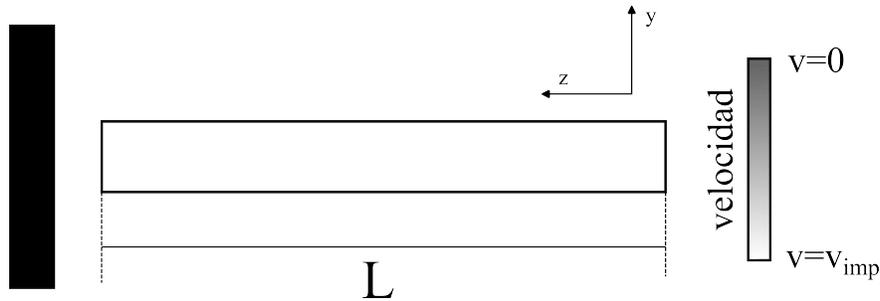
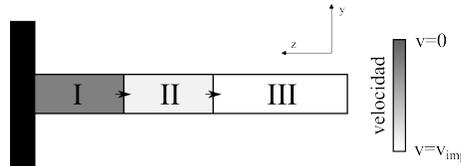

Figura 5: Barra a velocidad v_1 contra pared rígida
Figura 7: Estado tensio-deformacional en el intervalo 1
5. Una barra cilíndrica de un material cuya densidad es ρ_1 , módulo de elasticidad E_1 y longitud L_1 viaja a una velocidad v_1 . La barra impactará contra una pared rígida tal y como se puede ver en la figura 5.
Nótese que las tensiones de compresión se consideran positivas y que el sentido positivo de la velocidad es el marcado por el eje z de la figura 5.
1. En este intervalo si se pudiera visualizar el estado tensio-deformacional del proyectil en un instante de tiempo intermedio ($0 < t < \frac{L}{c_{el}}$), se podrían distinguir 3 zonas diferenciadas por las ondas que las han afectado (figura 7):
En la figura 7 marcada como zona blanca dado que lleva la velocidad inicial.
ES importante remarcar que el sentido de la velocidad se ha considerado positivo con el sentido positivo del eje z (Figura 5). Dado que el valor obtenido es positivo el sentido de la velocidad obtenido sigue siendo en sentido positivo del eje z y por lo tanto la zona II se sigue aproximando a la pared rígida. En la figura 7 se ha marcado la zona II em grisácea dado que lleva una velocidad inferior a la de impacto pero no es 0.
En la figura 7 marcada como zona gris oscuro dado que lleva una velocidad 0.